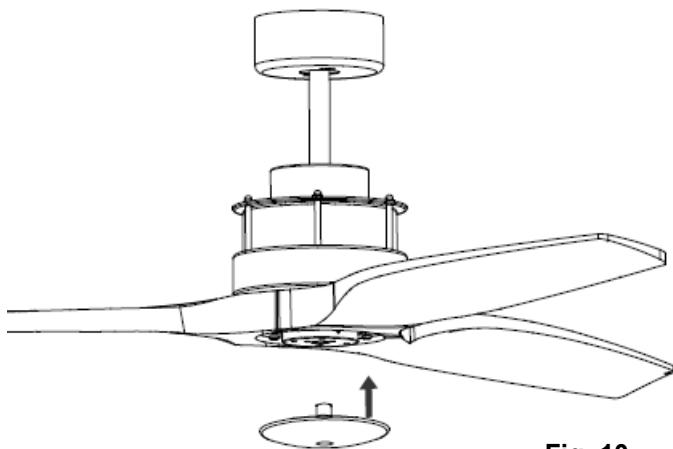

Fig. 10
- 동일한 방법으로 모든 날개를 결합하여 준 후 하판 덮개를 시계 방향으로 돌려 고정시켜 줍니다. (Fig. 10)